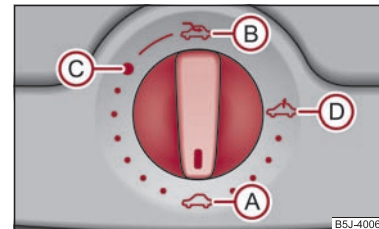

Abb. 33 Drehschalter für das elektrische Schiebe-/Ausstelldach ▶
Das Schiebe-/Ausstelldach wird mit dem Drehschalter ⇒ Seite 45, Abb. 33 bedient und funktioniert nur bei eingeschalteter Zündung. Der Drehschalter hat mehrere Stellungen.
- Drehen Sie den Schalter in Stellung **C** ⇒ Seite 45, Abb. 33.
- Drehen Sie den Schalter in Stellung **A** ⇒ Seite 45, Abb. 33.
Das Schiebe-/Ausstelldach ist mit einer Kraftbegrenzung ausgestattet. Das Schiebe-/Ausstelldach stoppt und fährt einige Zentimeter zurück, wenn es sich durch ein Hindernis (z. B. Eis) nicht schließen lässt. Das Schiebe-/Ausstelldach können Sie ohne Kraftbegrenzung vollständig schließen, wenn Sie den Schalter in Stellung **A** ⇒ Seite 45, Abb. 33 vorn so lange drücken, bis das Schiebe-/Ausstelldach vollständig geschlossen ist ⇒ ⚠.
Nach jeder Notbetätigung (mit Innensechskantschlüssel) muss das Schiebe-/Ausstelldach in die Grundstellung gebracht werden. Deshalb müssen Sie den Drehschalter in die Schalterstellung **A** bringen ⇒ Seite 45, Abb. 33 und etwa 10 Sekunden lang vorn drücken. ■